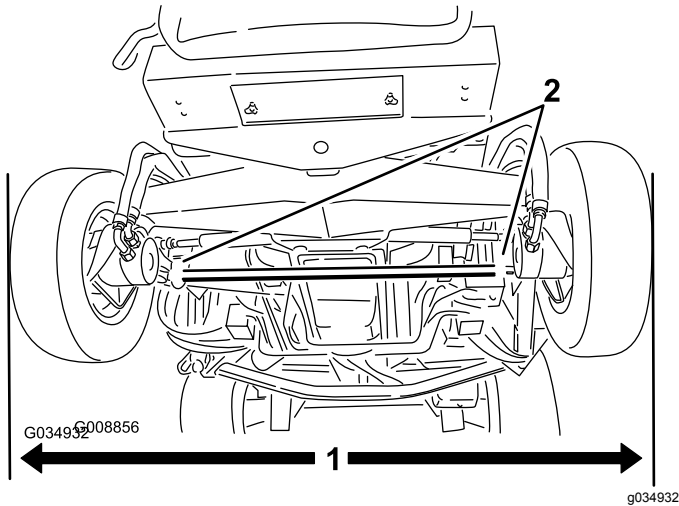

Figura 112
1. Com os pneus traseiros a direito, meça a distância exterior (no eixo da altura) à frente e atrás dos pneus traseiros (Figura 112).
2. Para efetuar o ajuste do alinhamento, desaperte os grampos em ambas as extremidades das barras de ligação (Figura 112).